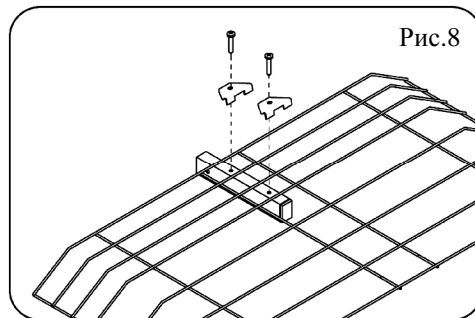

Рис.8
5.10.Положить рефлектор (сетку) на стойку рефлектора и зафиксировать держателями. (рис.8) Для крепления держателей использовать самонарезающие винты №4. Аналогично закрепить второй рефлектор на стойке.